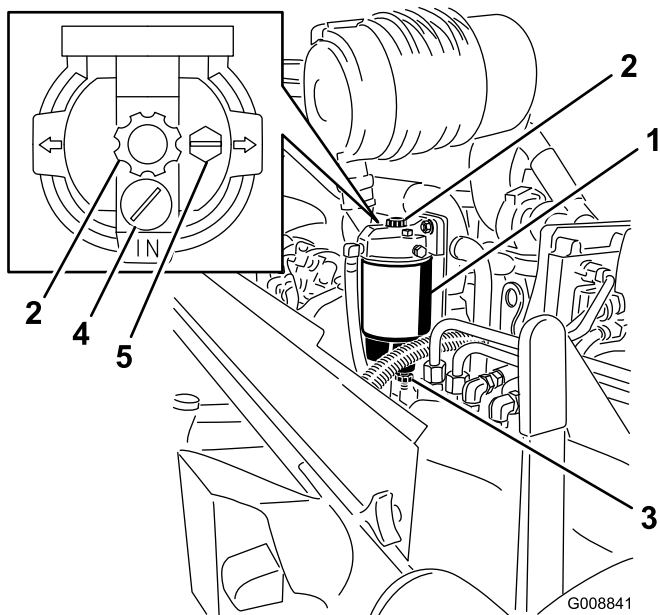

図 64
1. 燃料フィルタの下に汚れのない容器をおく（図 64）。
2. ドレンプラグを開き、ポンプを作動させて、たまっている異物を容器に出す（図 64）。
2. ベントプラグをゆるめるとドレンプラグが開き、燃料とともにたまっていた異物がでてくる（図 64）。